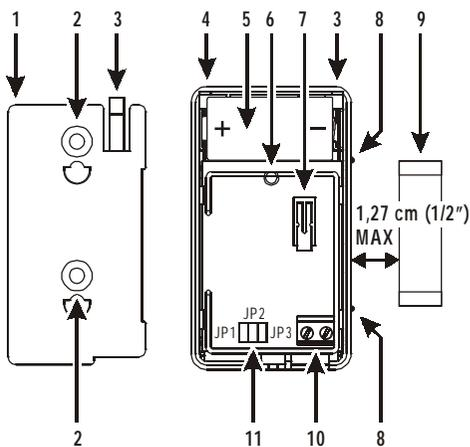

Fig. 1 - Identificazione delle parti
Per l'identificazione delle parti fare riferimento alla Fig. 1.
Prestare attenzione quando viene installata la batteria e rispettare la polarità (Fig. 1). Usare SOLO una batteria al Litio, Panasonic CR123A.
Per sganciare il rilevatore dalla staffa: rimuovere il coperchio; premere il dente 3 (Fig. 1) con un piccolo giravite e fare scorrere il rilevatore verso il basso.
3. Allineare un lato del magnete con la tacca presente sul corpo dell'AMC30 (Fig. 1).
Use care when installing the battery and observe the correct polarity (see Fig. 1). Use ONLY the Panasonic CR123A lithium battery.
To release bracket: remove the front cover; push the tab (see Fig. 1) with a small screwdriver and slide the AMC30 down.
3. Align one end of the magnet with the notch on the side of AMC30 housing (See Fig. 1).
Bien respecter la polarité de la pile (voir Fig. 1). Utiliser seulement une pile Panasonic CR123A.